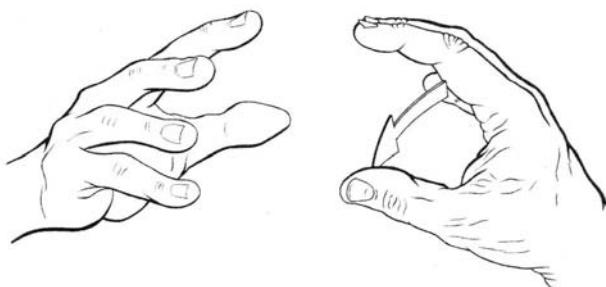

Figure 46 : Main en position de fonction⁽⁶³⁾
- Position de fonction (Figure 46): stabilise la main afin de retrouver la préhension. Elle peut être utilisée dans de nombreuses pathologies, paralysie radiale, déficience musculaire (avec une orthèse dynamique), dans certains cas d'arthrose.